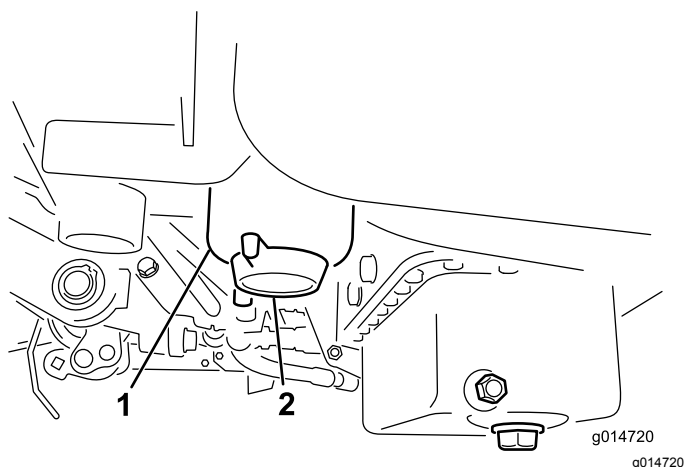

Figura 26
3. Aprite il tappo di spurgo sul filtro del carburante di circa un giro e lasciate fuoriuscire l'acqua accumulata (Figura 26).